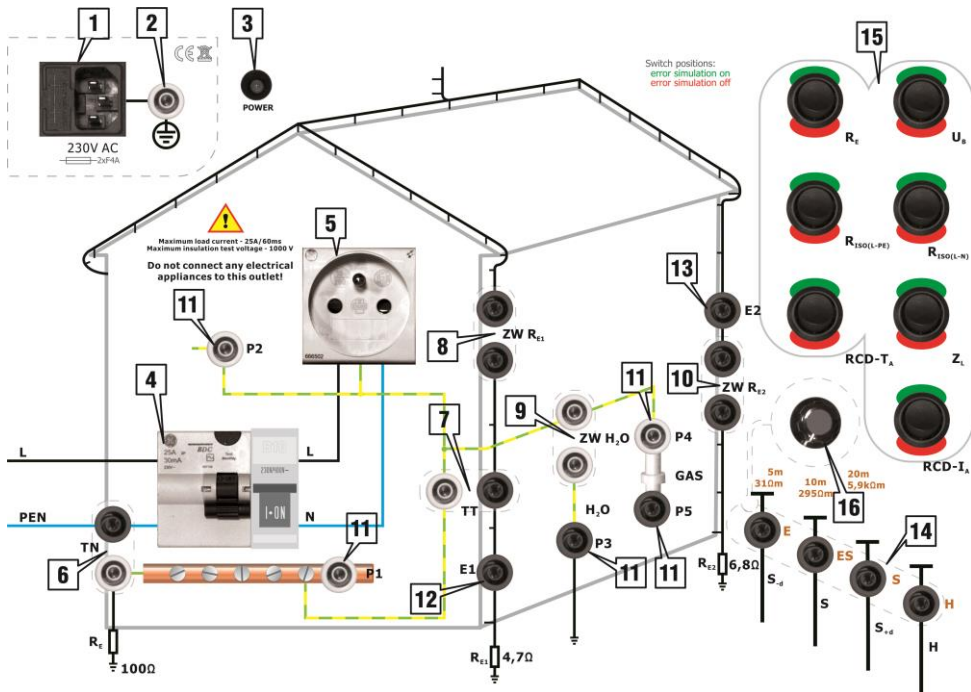

Fig. 1. Distribución de elementos del panel en el Tablero de Demostración DB-1.
- seleccionar el tipo de red **TT** o **TN** utilizando el puente en el lugar adecuado (Fig. 1),